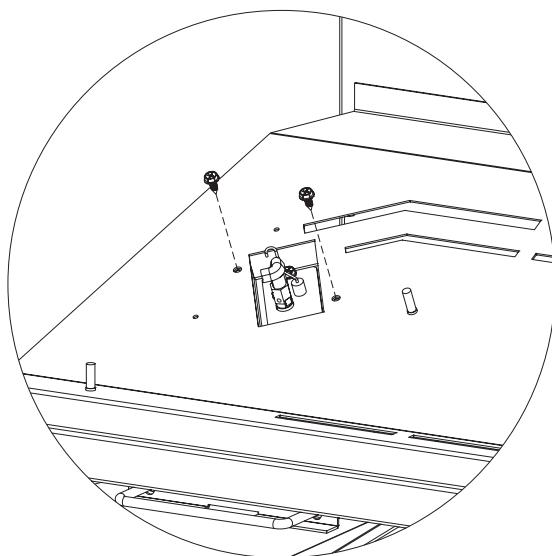

Figure 3
- Retirer deux (2) vis qui fixent la veilleuse à la cuvette du brûleur. Ceci permet à l'ensemble de veilleuse de tomber. **Voir Figure 3.**